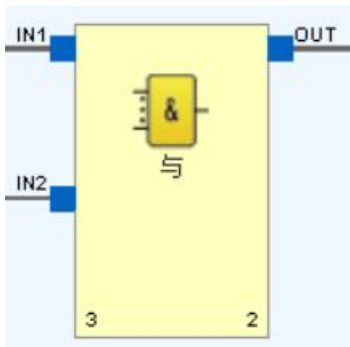

图 4.25 功能块样式图
- 显示在工作区的功能块，如上图 4.25 所示，左侧端子为功能块的输入，右侧端子为功能块的输出。端子附近的文本是功能块输入输出的名称。下方有两个数字：左侧数字是该功能块在本逻辑单元内所有功能块中的排序；右侧数字是该功能块在本逻辑单元内同类功能块中的排序。